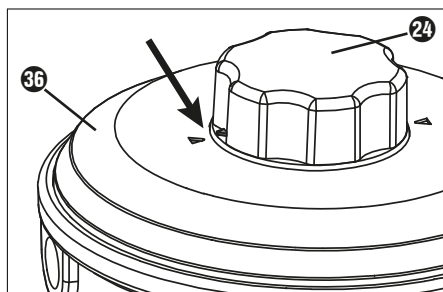

Fig. 1
- 1) Veillez à ce que les deux flèches sur le couvercle **36** et sur le bouton rotatif **24** de la bobine de fil **23** pointent l'une vers l'autre (voir fig. 1). Cela garantit que le fil peut être enfilé directement dans le canal de fil de la bobine **38**.